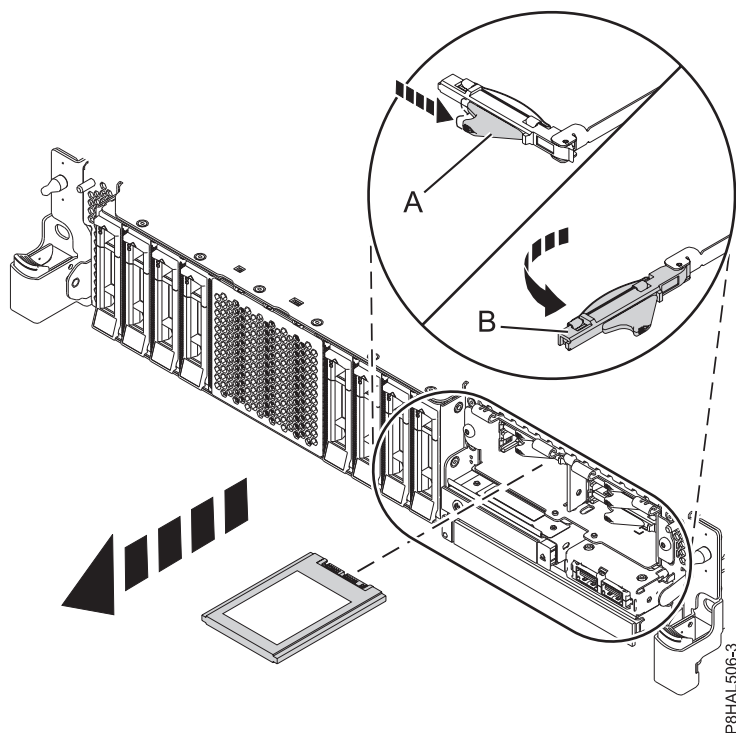

Figura 43. Extracció d'una SSD d'un sistema de funció expandida
11. Desbloquegeu la nansa del compartiment d'unitats **(B)** fent pressió al pestell de la nansa **(A)** en la direcció que es mostra i estirant la nansa de la unitat **(B)** cap a vosaltres, tal com es mostra Figura 43 a la pàgina 46. Si la nansa encara no ha sortit del tot, la unitat d'estat sòlid no podrà lliscar fora del sistema.